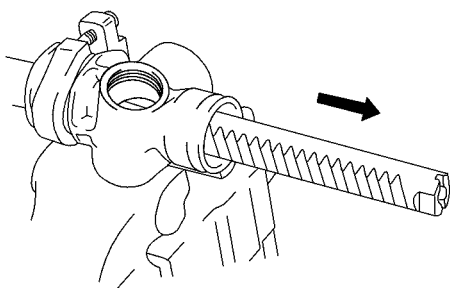

图 16-26 拆下齿条
(11) 拆下齿条。不要转动齿条，并从壳体侧将其拆下，如图 16-26 所示。